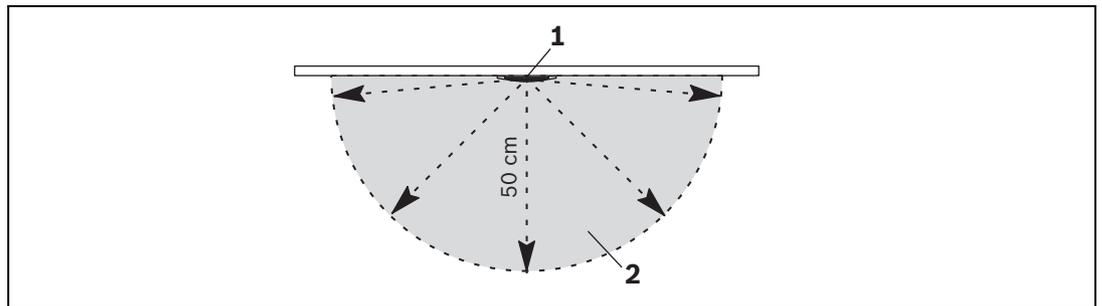

Figura 2.1 Radio
- Debe quedar un espacio hemisférico libre (consulte la *Figura 2.1 (1)*) con un radio de 50 cm por debajo del detector (consulte la *Figura 2.1 (2)*)